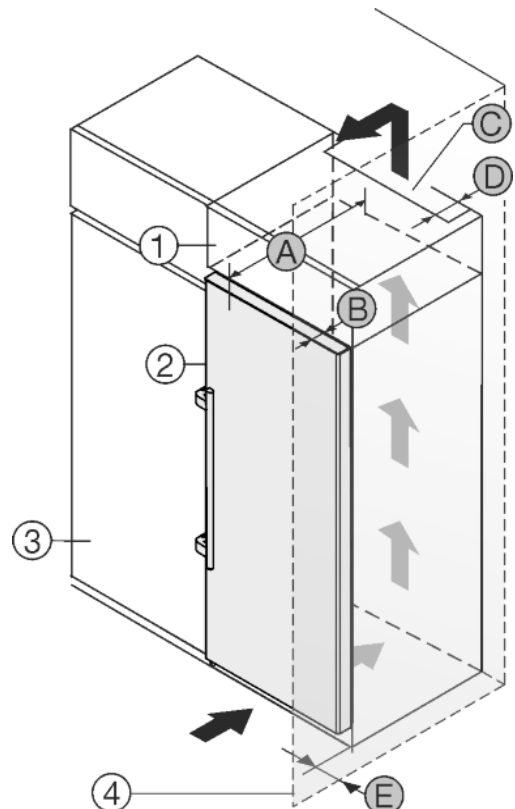

Fig. 22
Пристрій можна комбінувати з кухонними шафами. Для того, щоб пристрій Fig. 22 (2) вирівняти по висоті кухонної секції, на пристрій можна встановити антресольну секцію Fig. 22 (1).
Пристрій можна встановлювати безпосередньо поряд з кухонною шафою Fig. 22 (3). Для повного відкриття дверей пристрій повинен виступати на глибину Fig. 22 (B) відносно передньої панелі кухонної шафи. Залежно від глибини кухонних шаф та використання пристінних розпірок пристрій можна встановити так, щоб він виступав вперед.
- Задня сторона антресольної шафи повинна мати вентиляційний канал глибиною Fig. 22 (D) вздовж всієї ширини шафи.
- Під стелею приміщення слід дотримуватись поперечного перерізу вентиляційного відведення повітря Fig. 22 (C).
Якщо пристрій з шарнірами встановлюється поряд зі стінкою Fig. 22 (4), то між пристроєм та стінкою слід додержуватись відстані Fig. 22 (E). Це відповідає виступу ручки при відкритих дверцятах.